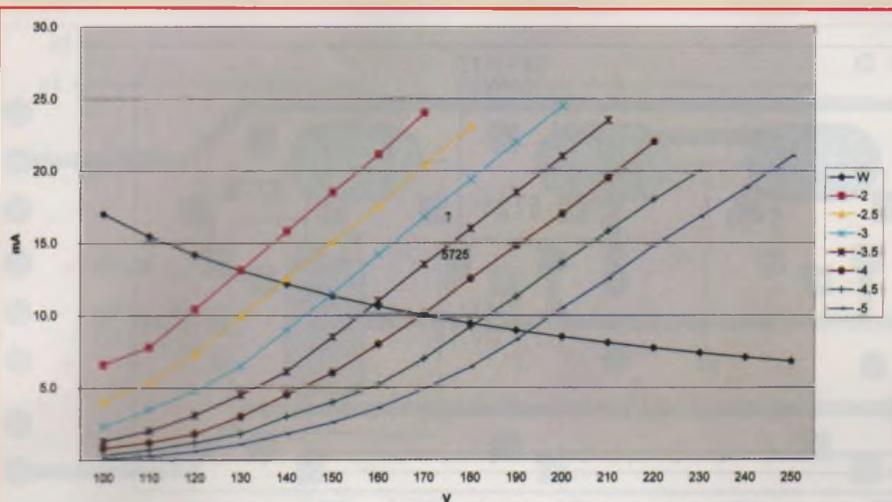

Figure 9 : Courbes caractéristiques montage 2 (A + G2 + G3)
triode est particulièrement linéaire et que le montage 2 donne une pente plus importante (figures 9 et 10).
Si l'impédance de charge est inférieure à 1 k Ω , il faudra alors retoucher davantage, en abaissant la valeur de la résistance de RV2 et celle de RV5. Ceci aura pour effet d'augmenter le débit anodique de T32, T42 pour la voie (1) et T33, T43 pour la voie (2). Attention à ne pas dépasser la courbe de dissipation anodique de la figure 9.